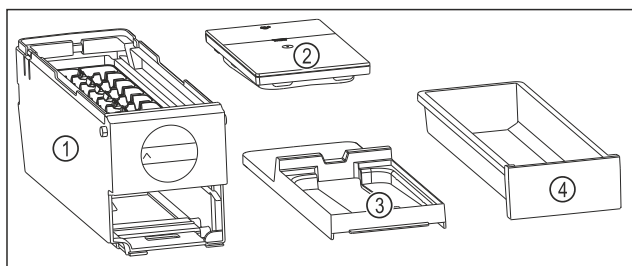

Fig. 123 Pjesët përbërëse të EasyTwist-Ice
- EasyTwist-Ice është i ndarë në katër pjesë. (shihni Fig. 123)
- Zbërtheni EasyTwist-Ice vetëm në pjesët përbërëse të ilustruara. (shihni Fig. 123)
- Pastroni kutinë EasyTwist-Ice Fig. 123 (1) si një të tërë.